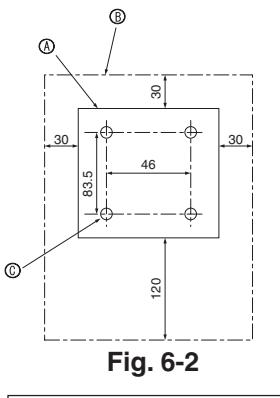

Fig. 6-2
- (1) Aufstellort für Fernbedienung auswählen. (Fig. 6-2)
[Fig. 6-2]